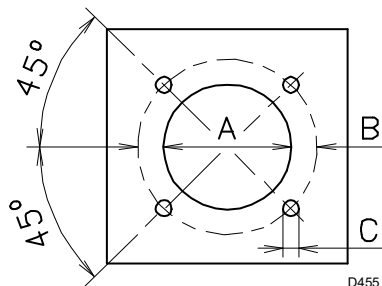

Fig. 6
5.3 Piastra caldaia (Fig. 6)
Forare la piastra di chiusura della camera di combustione come in Fig. 6. La posizione dei fori filettati può essere tracciata utilizzando lo schermo termico a corredo del bruciatore.